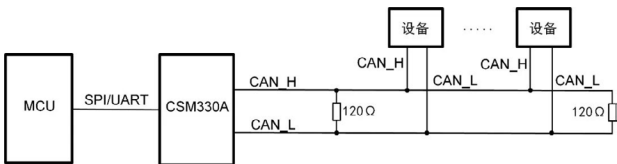

图2 CSM330A扩展CAN接口
ZLG 致远电子推出的 CSM330A 可以很方便的嵌入到有 SPI/UART 接口的设备中，在不改变原有硬件结构的前提下使设备获得 CAN-bus 通信接口。CSM330A 的大小仅为 15×10×3mm，体积仅为 CSM300(A) 系列直插封装 SPI/UART 转 CAN 模块的 11%，拇指大小的模块大大减少了占板空间，更加适合嵌入到设备中。如图 2，仅需一片 CSM330A，即可扩展出一路 CAN 接口。